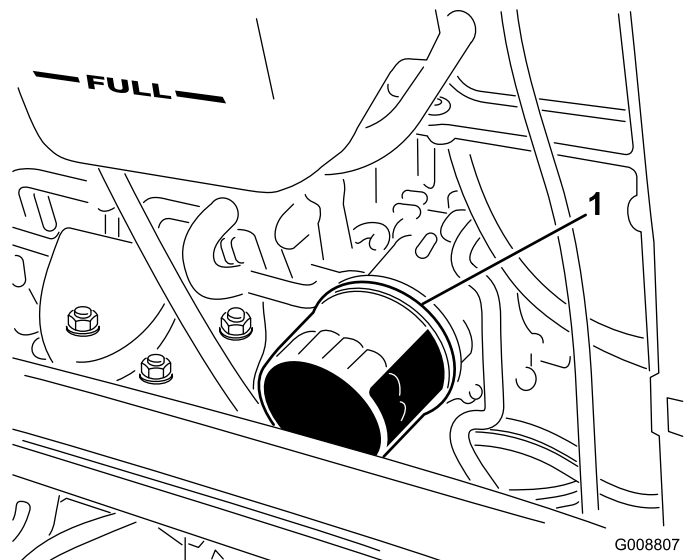

Figura 80
4. Retire o filtro do óleo (Figura 80).